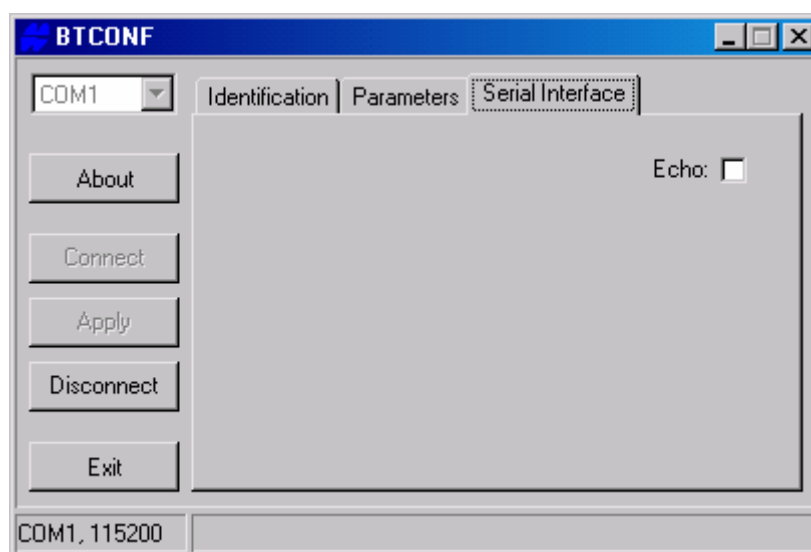

Рисунок 2-35. BTCONF. Вкладка Последовательный интерфейс
8. Выберите вкладку *Serial Interface* (Последовательный интерфейс) (см. рис. 2-35). Выберите поле *Echo* (Эхо) если хотите, чтобы модуль Bluetooth посылал принятые символы обратно (полезно при доступе через терминальную программу). При необходимости щелкните на кнопке *Apply* (Применить).